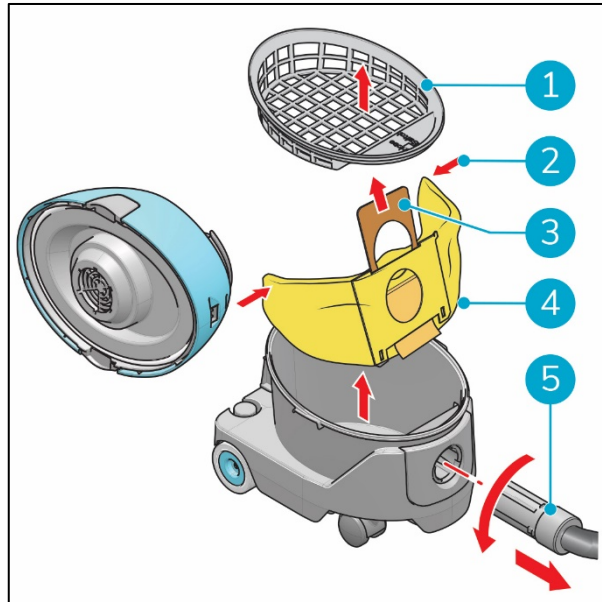

Figura 10
6. Rode a mangueira flexível (Figura 10, posição 5) no sentido contrário ao dos ponteiros do relógio e remova-a do conetor da mesma.
7. Remova o saco de filtro (Figura 10, posição 1).
8. Puxe a etiqueta de cartão (Figura 10, posição 3) para selar o saco de pó.
9. Dobre as extremidades do saco de pó (Figura 10, posição 2) viradas uma para a outra.
10. Remova o saco de pó antigo (Figura 10, posição 4).